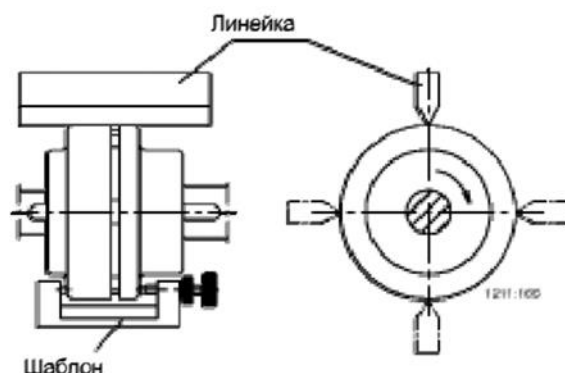

Рисунок 1
- в) ширина зазора между обоими полумуфтами должна быть одинаковой по всему периметру (контроль зазора проводить линейкой или шаблоном – см. рис. 1);